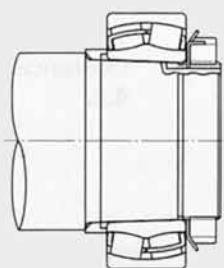
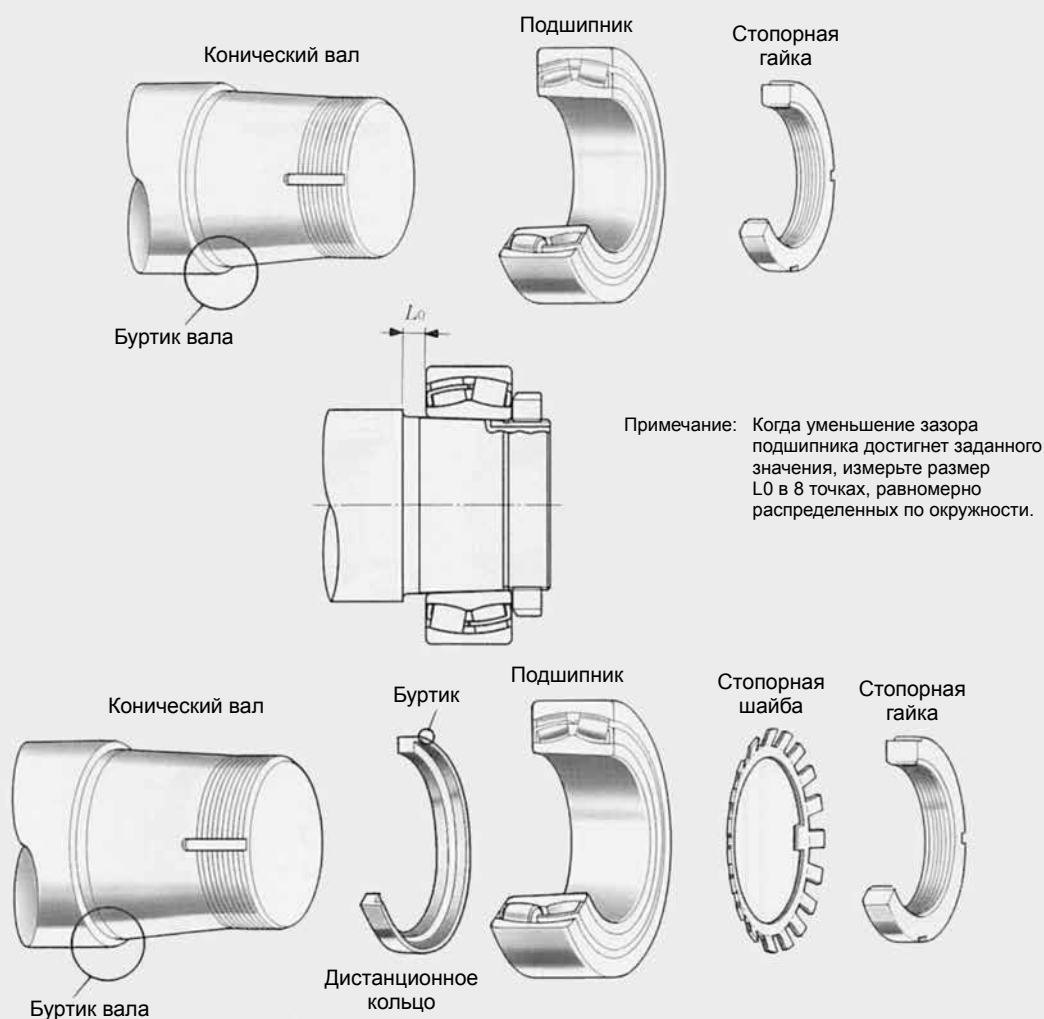

Рис. 6.23 Вид в собранном состоянии (с дистанционным кольцом)
Рис. 6.24 Варианты установки дистанционного кольца
- б) При применении дистанционного кольца (**Рис. 6.23** и **Рис. 6.24**)